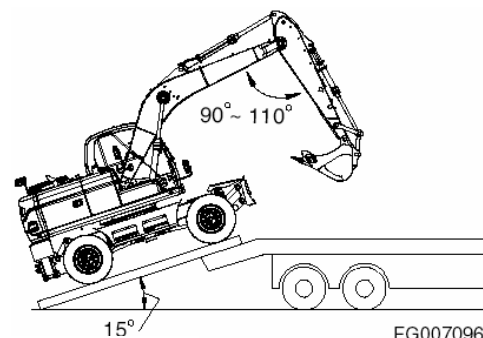

Figura 2
1. Verifique que el remolque esté estacionado en una superficie firme y pareja. (Vea la Figura 2.)